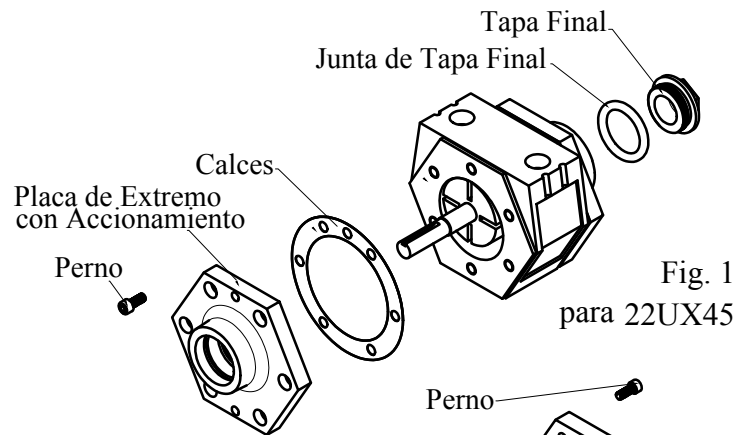
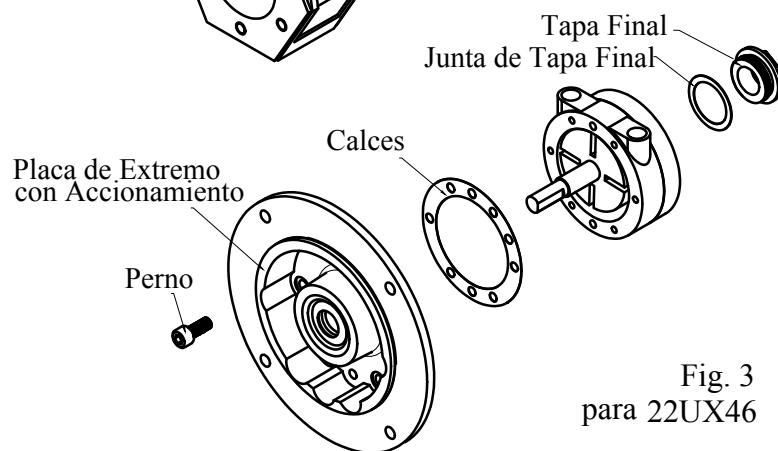
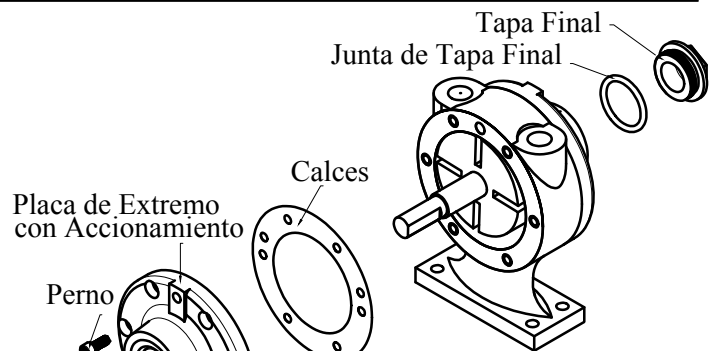

Fig. 1
Fig. 3
Fig. 5
1. Utilice la llave de tamaño adecuado para retirar cuidadosamente la tapa del motor con aproximadamente 25 par ft-lb. A continuación, retire la junta de la tapa. Remítir a la fig. 1, la fig. 3, la fig. 5.
3. Extraiga la placa de extremo duro. Refiérase a la fig. 1, la fig. 3, la fig. 5.